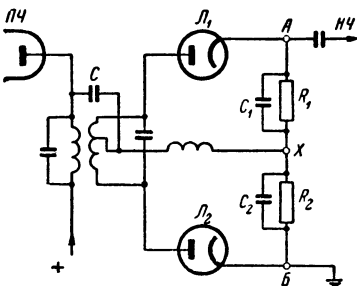

Рис. 126. Схема частотного дискриминатора.
**Л.** — Вот наиболее распространенная схема так называемого дискриминатора (рис. 126). Сразу бросается в глаза полная симметрия схемы. Обрати внимание на то, что, кроме индуктивной связи между